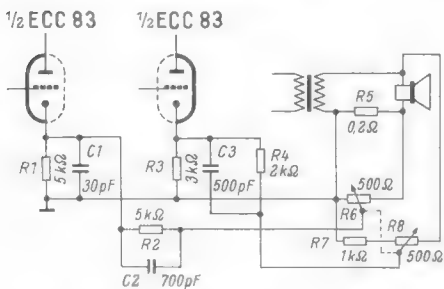

Bild 9. Gekoppelte Einstellung von Rück- und Gegenkopplung
Die Auswertung der Gleichung (8) zeigt Bild 9. Man erkennt, daß der Verlauf des Betrages im ganzen Frequenzbereich um den Wert 1 pendelt, und zwar mit einer maximalen Abweichung von ca. 10%. Der Lautsprecher R_2 erhält damit tatsächlich im ganzen Frequenzbereich beim Stereo-Betrieb die gleiche Leistung wie beim Normalbetrieb. Es zeigt sich, daß in der Praxis auch der Frequenzgang des Verstärkers bei vorhandener Gegenkopplung durch die Stereo-Schaltung nicht verändert wird.
Bild 9. Verlauf der Spannung (Betrag) am Lautsprecher R_2 (Bild 8) bei Stereo-Betrieb in Abhängigkeit von der Frequenz, nach Gleichung (8) errechnete Werte. Normierte Darstellung. U_{R2} ist der Spannungsbetrag, welcher bei Normalbetrieb an R_2 liegt. ω_0 ist die Übergangsfrequenz der Stereodyn-Schaltung; sie beträgt im praktischen Fall z. B. $2\pi \cdot 460$ Hz
Sollen sowohl Rück- als auch Gegenkopplung veränderlich sein, so kann das durch eine Anordnung nach Bild 9 geschehen. Hier liegen die Widerstände R 5 und R 6 parallel im Lautsprecherkreis, R 7 und R 8 darüber. Da die Potentiometer R 6 und R 8 mechanisch gekuppelt sind, zeigen Gegen- und Rückkopplungsspannung entgegengesetzten Verlauf, wobei die beiden Kanäle durch